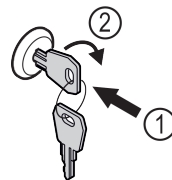

Fig. 240
- ▶ Sleutel erin duwen. Fig. 240 (1)
- ▶ Sleutel 90° rechtsom draaien. Fig. 240 (2)